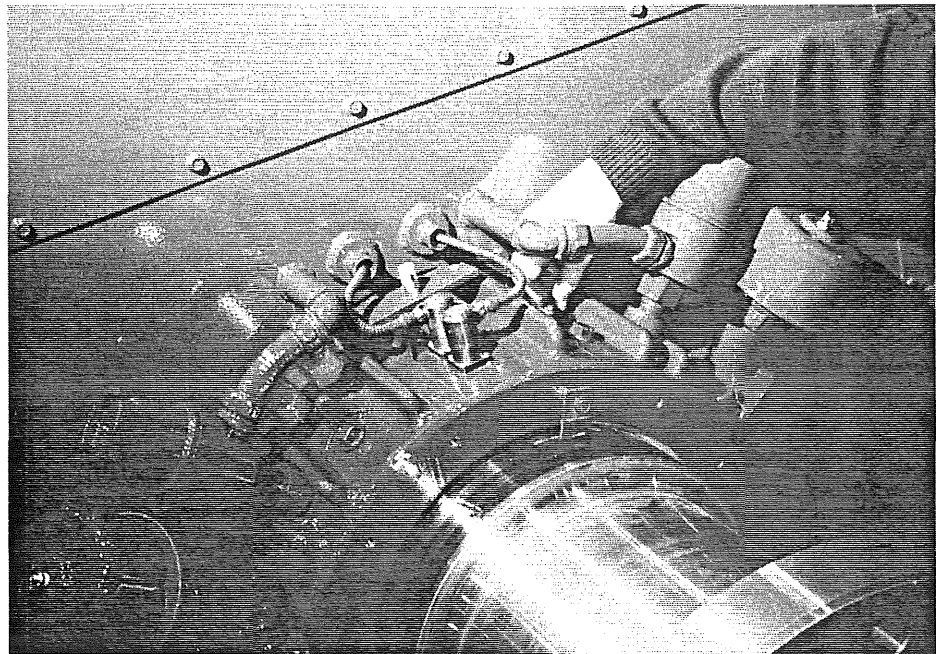

Figure 3-1.
- Avant de tourner du rotor, il faut verser de l'huile dans les coussinets par les orifices d'huile situés sur le dessus du boîtier du coussinet. Enlevez l'obturateur de tuyau à l'arrière (près du couvercle de tôle) comme indiqué à Figure 3-1, page 12.